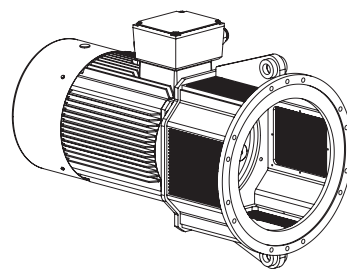

fig.2
- 2) Assemblare il giunto idrodinamico lato motore al motore elettrico (vedi allegato dedicato e punto 6.11), (vedi fig.2).
- 2) Fit the fluid coupling on the motor side to the electric motor (see relevant attachment and section 6.11), (see fig.2).
- 2) Установите гидродинамическую муфту со стороны двигателя на электродвигатель (см. соответствующее приложение и пункт 6.11) (см. рис. 2).